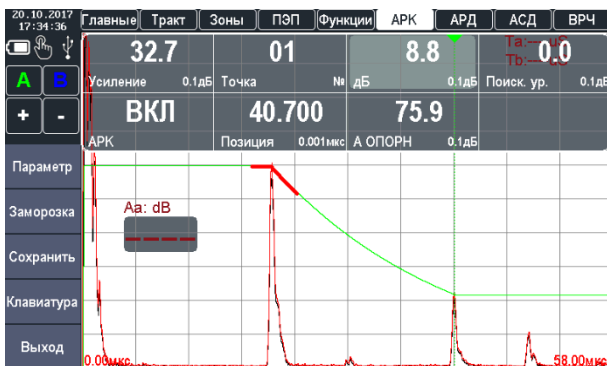

Рисунок 2.47 – Установка уровня ослабления сигнала второй точки
12. Уровень ослабления «дБ» установить таким образом, чтобы кривая АРК опустилась до пика второго отражателя (рис. 2.47).